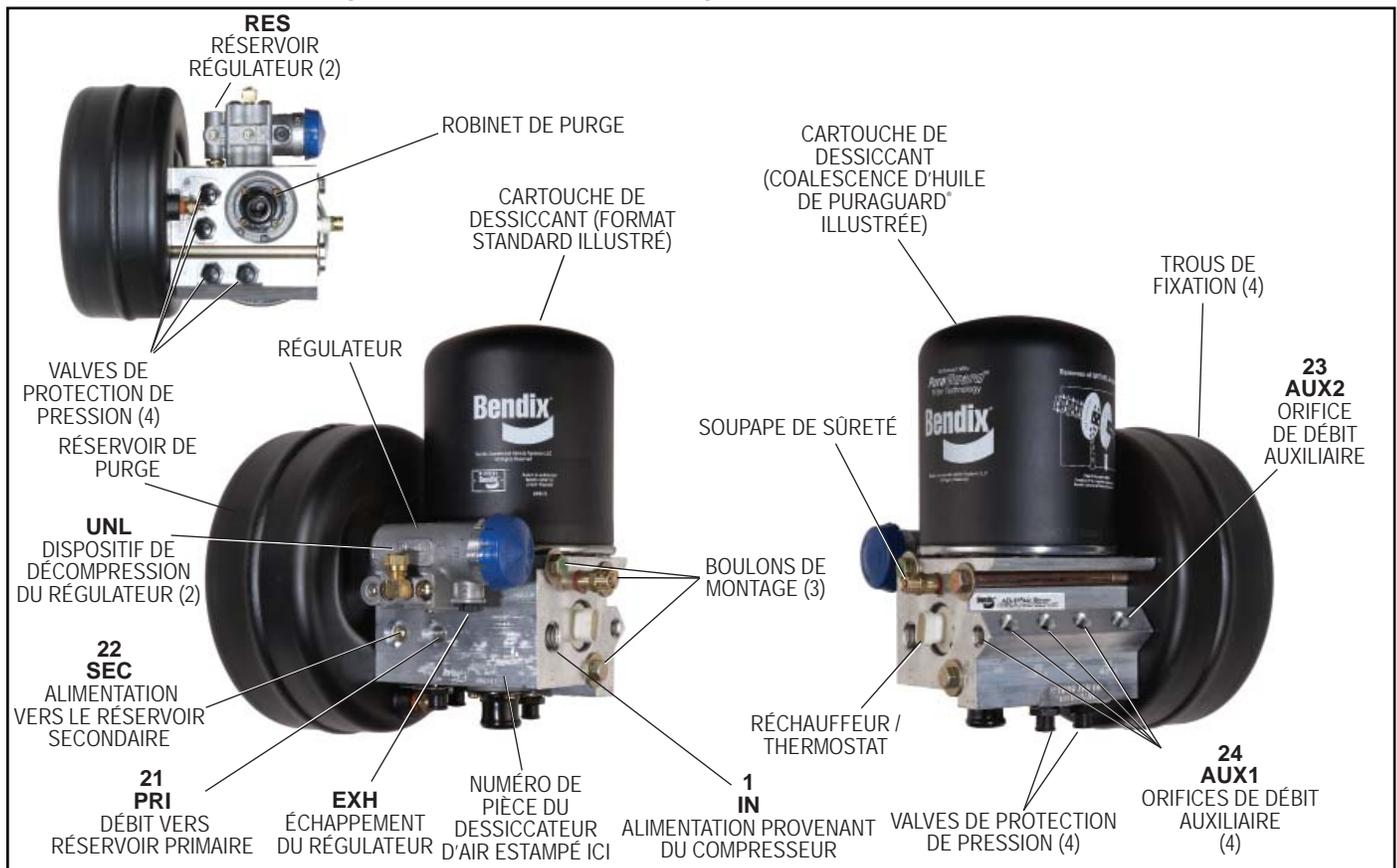

FIGURE 1 – DESSICCATEUR D'AIR ET SYSTÈMES DE RÉSERVOIR AD-IS® DE BENDIX® ET PURAGUARD® AD-IS® (COALESCENCE D'HUILE)
3. Vérifier le bon serrage des boulons du dessiccateur d'air et du réservoir de purge AD-IS®. Cf. Figure 1. Resserrer au couple les trois boulons du dessiccateur d'air dans une plage de 40,67 à 47,45 Nm (360 à 420 po/lb) et les quatre boulons du réservoir de purge dans une plage de 33,89 à 40,67 Nm (300 à 360 po/lb).